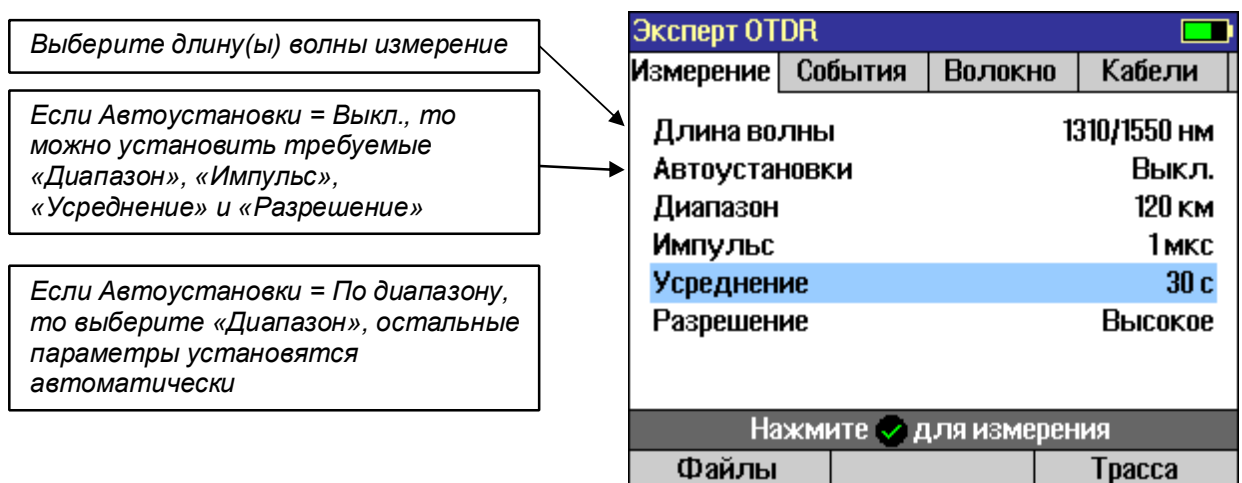

Рис.5
9.2.5. Режим «Эксперт OTDR» предназначен для квалифицированных операторов, хорошо понимающих назначение и преимущества каждого из устанавливаемых параметров, рис. 5.